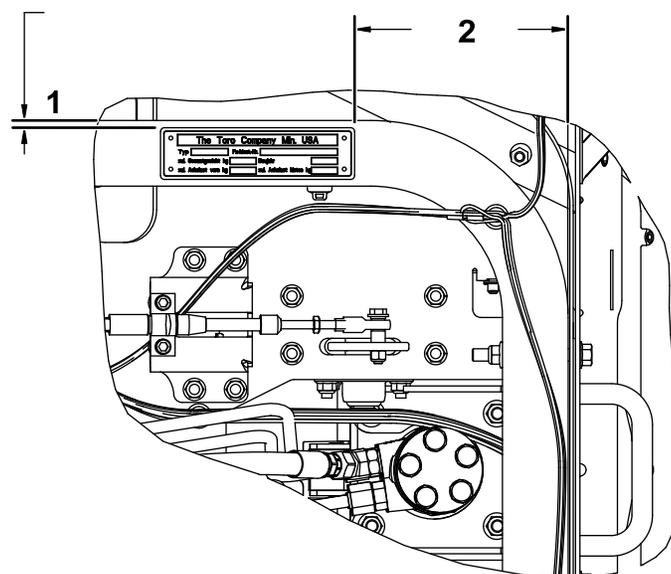

Figura 45
- Utilice las dimensiones mostradas en la **Figura 45**.